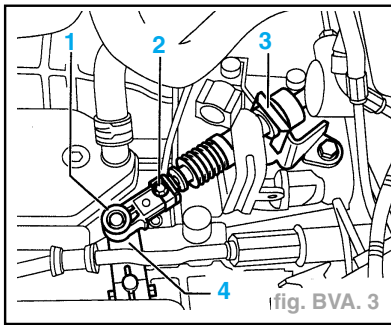

fig. BVA. 3
- Déposer de l'appui de la boîte de vitesses le support pour la conduite hydraulique (5) de la direction assistée.
- Chasser le câble (1) du sélecteur (4) au moyen d'un tournevis, retirer l'agrafe de sécurité (3) sur le contre-palier. (fig. BVA 3)